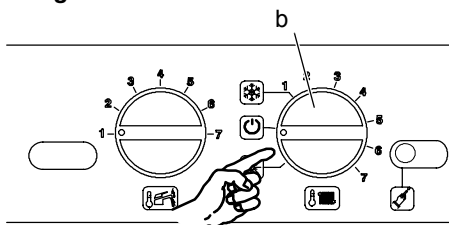

Figura 9.19 Uscita programmazione.
- 9 Per uscire dalla programmazione posizionare il selettore **b** come indicato in **Figura 9.19**